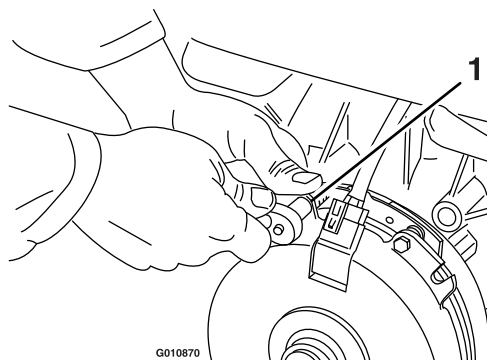

Figure 78
- A. Desserrez les boulons de fixation du frein d'un demi à un tour complet, comme montré à la Figure 78.